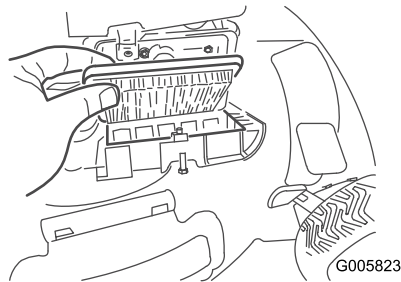

Рисунок 33
- Замените воздушный фильтр (Рисунок 33).